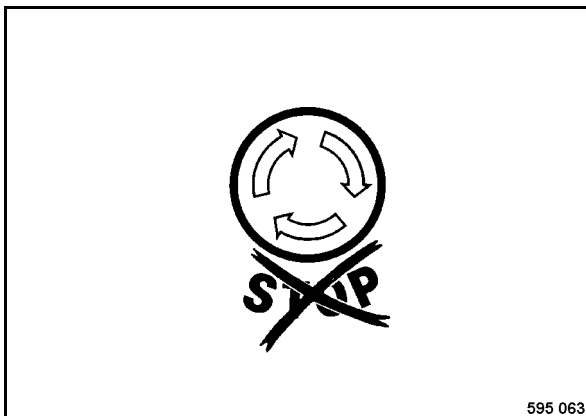

Fig. 50
- Comprobar si el interruptor de parada de emergencia (Fig. 50) está desbloqueado.